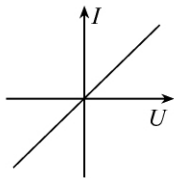

图 1-4-2
(2) 电阻的伏安特性曲线 以电压为横坐标, 以电流为纵坐标所画出的 $U-I$ 关系曲线。
①线性电阻 为直线, 如图 1-4-2 所示, 严格遵守欧姆定律。
②非线性电阻 为曲线。